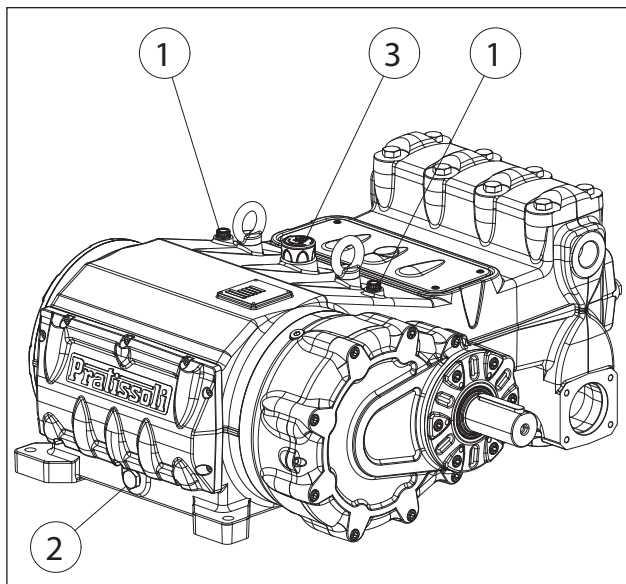

Fig. 3
Contrôler le niveau d'huile à travers les jauges présentant des repères de niveau minimum et maximum ①, Fig. 3.
Si nécessaire, faire l'appoint à travers le bouchon ③, Fig. 3.
Le contrôle correct du niveau d'huile est effectué avec la pompe à température ambiante, la vidange d'huile doit être effectuée avec la pompe à température de service en retirant le bouchon pos. ②, Fig. 3.